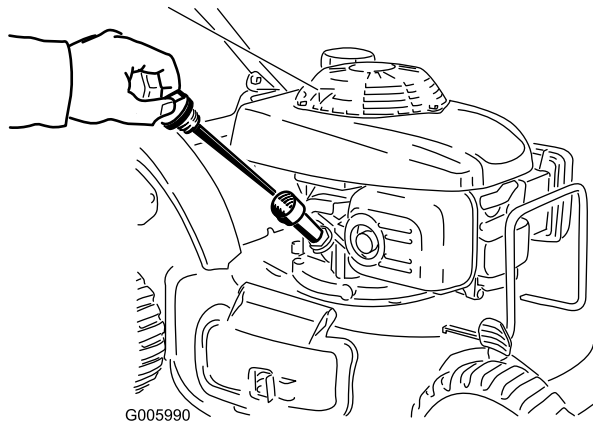

Bild 12
1. Ziehen Sie den Peilstab heraus (Bild 12).
2. Gießen Sie **langsam** Öl in das Einfüllrohr, prüfen Sie den Stand regelmäßig mit dem Peilstab, bis der Peilstab anzeigt, dass der Motor voll ist, wie in Bild 12 dargestellt. **Füllen Sie nicht zu viel ein.** (Max. Füllstand: 0.55 l des Typs: Waschaktives SAE 30-Öl mit der Klassifizierung , SH, SJ, SL oder höher durch das American Petroleum Institute (API).)